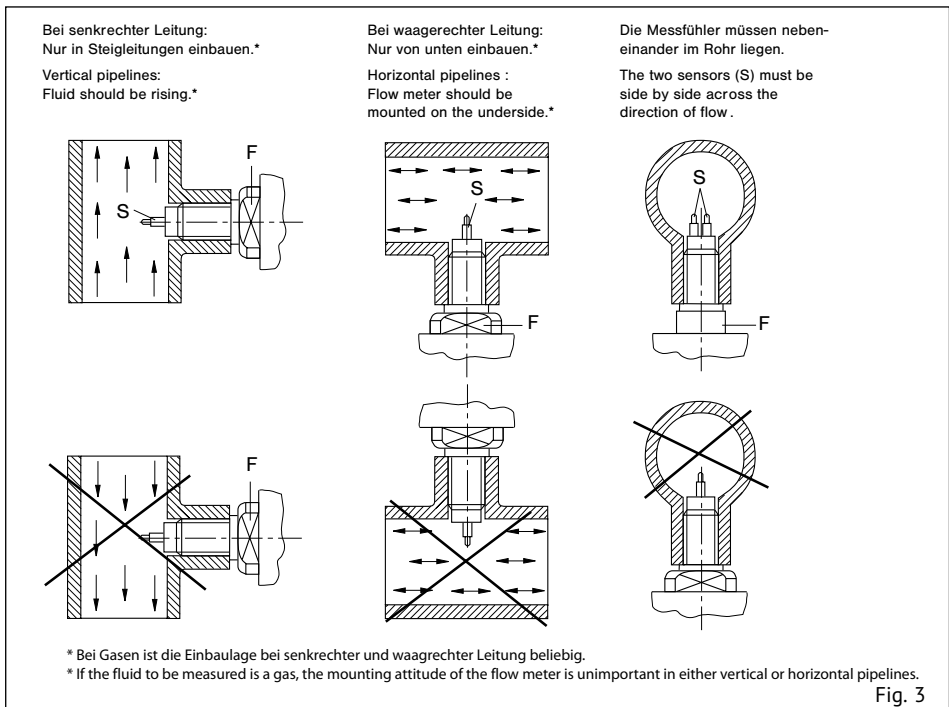
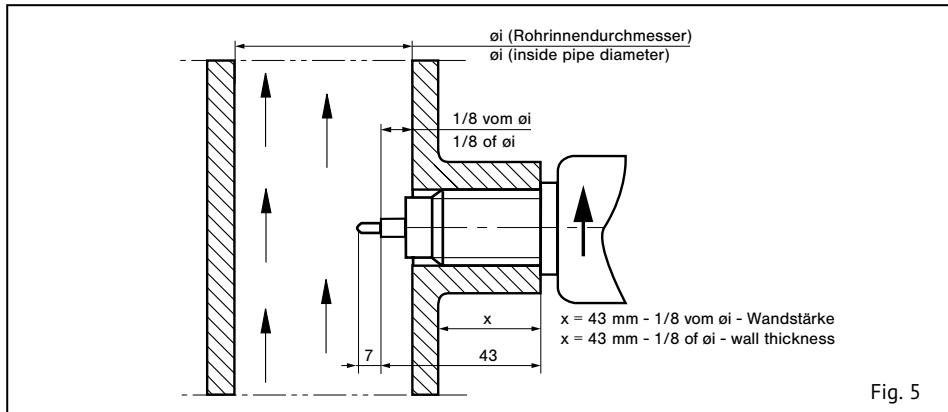

Fig. 3
Fig. 5
- 2 Den Einbauort wie folgt wählen (siehe Fig. 3):
- 2 The flow meter should be installed in the pipe in accordance with the following conditions (see fig. 3):
Die beiden Messfühler (S) müssen im eingebauten Zustand nebeneinander im Strömungsmedium liegen. Dies ist der Fall, wenn die Schlüsselansatzflächen (F) parallel zur Rohrleitung stehen (siehe Fig. 3). Bis 56 mm Rohrinne Durchmesser sollte der Einschraubstutzen bündig mit der Rohrinne wand sein. Größer 56 mm Rohrinne Durchmesser sollte die Fühlermitte (schräger Absatz) auf 1/8 des Rohrinne Durchmessers eingeschraubt werden. Der Pfeil (Laserbeschriftung) an der Seite des Gehäuses muss in Strömungsrichtung zeigen (siehe Fig. 5).
The two sensors (S) of the flow meter must be aligned side by side directly across the direction of flow. The sensors are correctly positioned when the wrench flats (F) are aligned parallel with the pipe (see fig. 3). For inside pipe diameters up to 56 mm (2.2 in) the shaft end should be in line with the inner pipe wall. For inside pipe diameters above 56 mm (2.2 in) the shoulder of the two sensors (7 mm (0.28 in) from the tip) should be positioned at 1/8 of inside pipe diameter  $\varnothing i$ . The arrow (laser marking) at the side of the housing must show in direction of flow (see fig. 5).
Die beiden Messfühler (S) müssen im eingebauten Zustand nebeneinander im Strömungsmedium liegen. Dies ist der Fall, wenn die Schlüsselansatzflächen (F) parallel zur Rohrleitung stehen (siehe Fig. 3). Die Fühlermitte (schräger Absatz) sollte bei  $1/8$  des Rohrinneendurchmessers positioniert werden. Der Pfeil (Laserbeschriftung) an der Seite des Gehäuses muss in Strömungsrichtung zeigen (siehe Fig. 7).
The two sensors (S) on the flow meter must be aligned side by side directly across the direction of flow. The sensors are correctly positioned when the wrench flats (F) are aligned parallel with the pipe (see fig. 3). The shoulder of the two sensors (7 mm (0.28 in) from the tip) should be positioned at  $1/8$  of inside pipe diameter  $\varnothing i$ . The arrow (laser marking) at the side of the housing must show in direction of flow (see fig. 7).